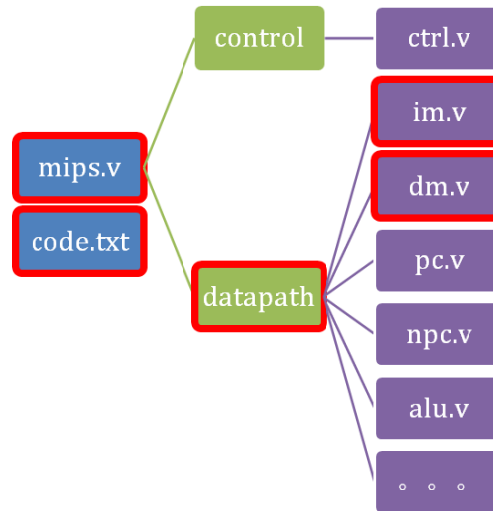

Figure2 参考的 project 目录组织
- a) Figure2 为参考的目录结构和文件命名。其中红色框的目录名称及文件名